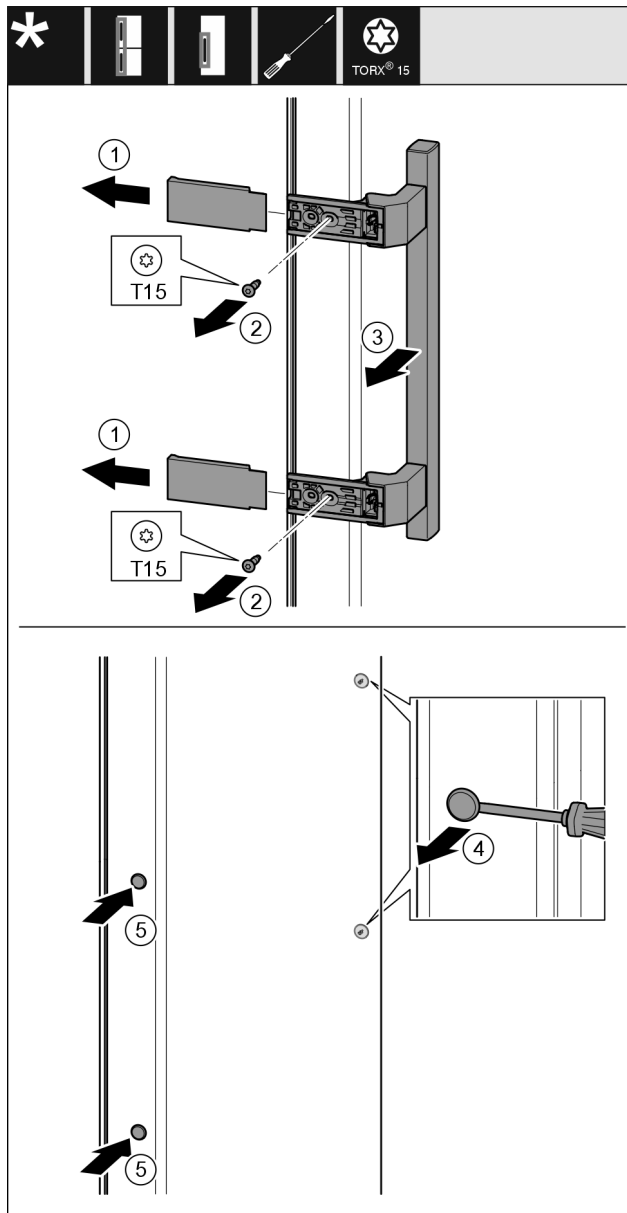

Fig. 20
- Levante la cubierta Fig. 20 (1).
- Desatornille los tornillos Fig. 20 (2) con el destornillador.
- Retire el tirador Fig. 20 (3).
- Levante con cuidado el tapón lateral Fig. 20 (4) con un destornillador de punta plana y extráigalo.
- Vuelva a colocar el tapón Fig. 20 (5) en el otro lado.